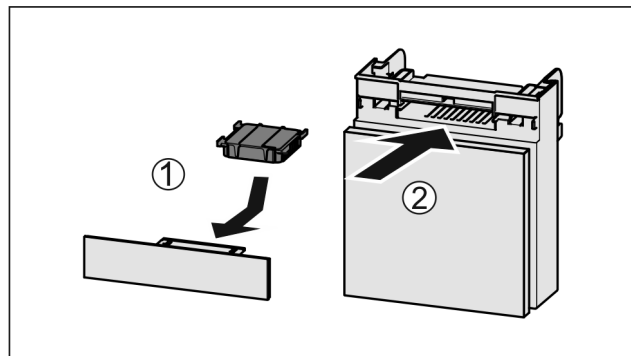

Fig. 95
- ▶ Filtr s aktivním uhlím vložte podle vyobrazení Fig. 95 (1).
- ▶ Zásuvku zasuněte Fig. 95 (2).